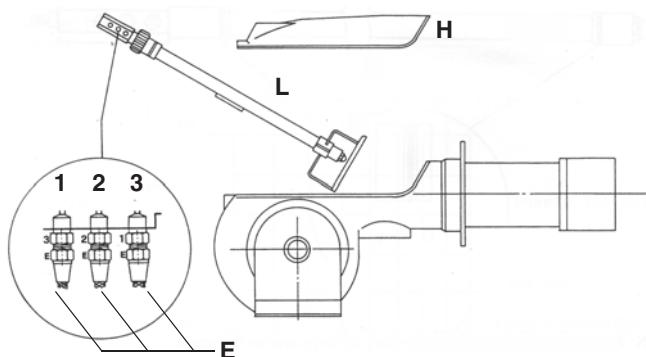

Рис. 23
- Открутить мазутные соединительные детали Е, которые крепят мазутные шланги к форме, и снять последностью весь узел, как показано на Рис. 23.